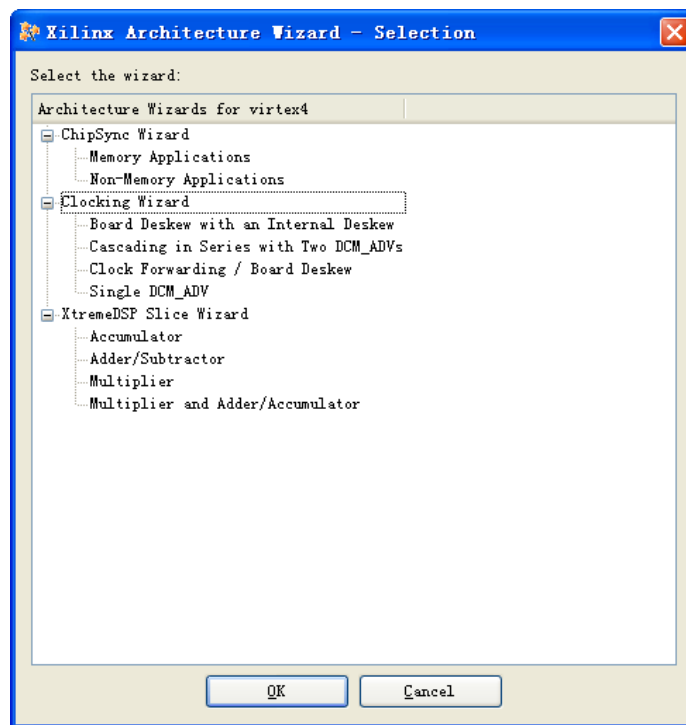

图 2.62 Architecture Wizard 选择 IP 类型
(3) 接下来会弹出“Selection”对话框，设计者可以选择需要新建的 IP。这里以 DCM 为例，选择“Single DCM_ADV”，单击【OK】按钮如图 2.62 所示。
(4) 接下来会弹出 IP 参数设置窗口，与从 CORE Generator 中启动参数设置的界面相同。完成后会生成相应的 HDL 文件。
(5) Architecture Wizard 是 ISE 中老版本中保留的 IP 设置工具，推荐在 CORE Generator 中新建 IP，这里只是简单介绍 Architecture Wizard 以便设计者在需要使用的时候能够正确使用。